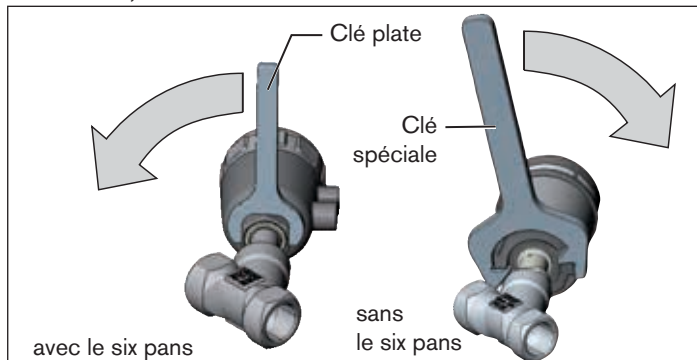

Fig. 15 : Tourner avec une clé spéciale / clé plate
- ▶ Tournez le module actionneur uniquement dans le sens prescrit (voir « Fig. 15 »).